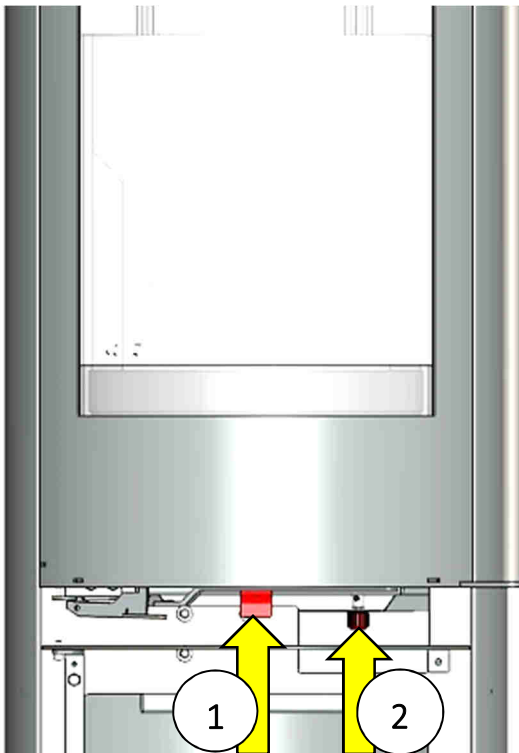

Abb. 18: Position der Luftschieber
Die Luftschieber des Kaminofens befinden sich hinter der Klappe unter dem Feuerraum (Abb. 18).
Der wotdke Thermoregler (Abb. 18 Pos. 2). steuert die Luft über den Gussrost.
Das Einstellrad des wotdke Thermoreglers befindet sich im Holzlagerfach (Abb. 18 Pos. 2). Der Thermoregler öffnet und schließt automatisch in Abhängigkeit von der Temperatur des Ofens die Primärluft.
- Speziell Scheibenluftquerschnitt (Abb. 18 auf Seite 16) nie ganz schließen, da dann keine Scheibenspül-luft mehr auf die Sichtscheibe kommt.